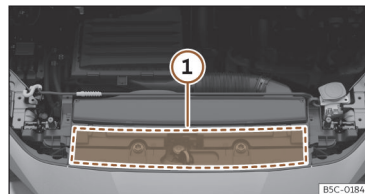

Fig. 221 En el vano motor: zona de ubicación de la etiqueta de aceite de motor
se encuentra en la parte delantera en el vano motor >>> **fig. 221** (1). Si utiliza el aceite de motor recomendado, se puede corregir el nivel del llenado tantas veces como sea necesario.